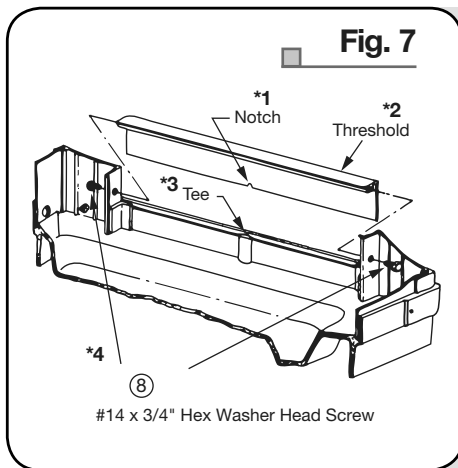

Fig. 7
8. Set Threshold in place between the front support extrusions. Be sure that threshold "notch" is locked into base "tee" section. Insert a #14 x 3/4" Hex Washer Head Screw through the pre-punched hole in the front support flange and screw into the mounting hole of the Threshold. Follow the same procedure for the other side. After both screws are started, tighten securely. (Fig. 7)
8. Coloque el umbral en medio de los moldeamientos de los soportes frontales. Asegúrese de que la ranura del umbral trabaje con la división «T». Inserte un tornillo hexagonal con cabeza de arandelan. 14 x 3/4" en el orificio perforado en el borde del soporte frontal y atornillelo en el agujero de montaje del umbral. Repita el procedimiento para el otro lado. Una vez que los dos tornillos estén colocados, ajústelos hasta que queden firmes. (Fig. 7)
8. Installez le seuil de porte entre les extrusions du support avant. Assurez-vous que l'encoche du seuil est insérée dans la section en « T » de la base. Insérez une vis rondelle à tête hexagonale n° 14 de 3/4 po dans le trou préperforé du raccord de support avant, puis vissez-la dans le trou de fixation du seuil de porte. Procédez de la même façon pour l'autre côté. Une fois les deux vis en place, serrez-les complètement. (Fig. 7)